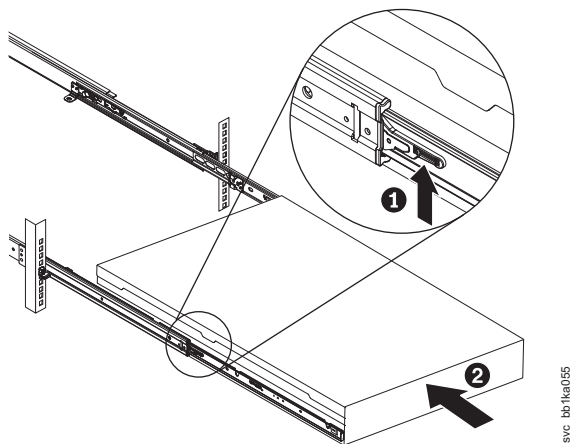

Figura 166. Levantando as Alavancas de Travamento dos Trilhos Deslizantes do Rack
9. Levante as alavancas de travamento (**1** no Figura 166 na página 201) nos trilhos deslizantes e empurre o servidor **2** completamente no rack até que ele encaixe.